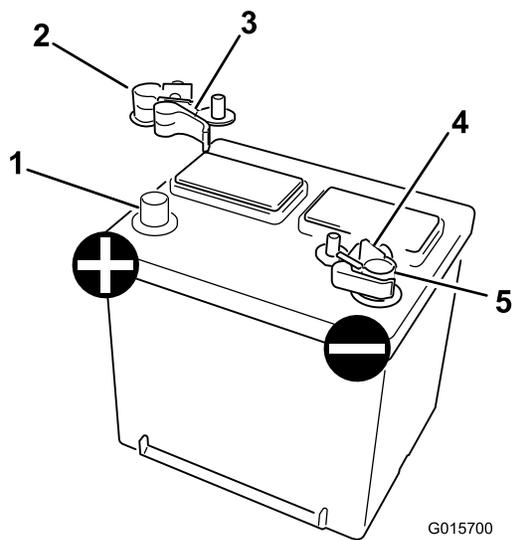

Figura 4
2. Instale los conectores rápidos en los bornes de la batería con las palancas hacia fuera (Figura 4). Instale el conector sin modificar en el borne positivo de la batería. Instale el conector modificado en el borne negativo de la batería.